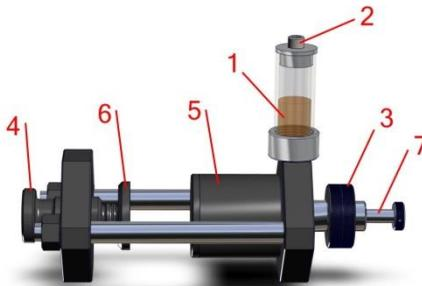

Figura 5.5.1
1. Quite the accessory mounting nut (Figura 5.5.1, Ítem 3) from the supporting frame of the Dispositivo de Alta Resistencia.
2. Suavemente deslice the Dispositivo de Alta Resistencia sobre el Brazo Movable Portamordaza (Figura 7.3, Ítem 12) de la Máquina Universal de Ensayos. Reemplace la tuerca de montaje (Figura 5.5.1, Ítem 3) y apriete a mano para asegurar el accesorio sobre el Brazo Movable Portamordaza de la Máquina Universal de Ensayos (vea la Figura 5.5.2).
La mordaza de compresión verde (Figura 5.1.1, Ítem 3) debe ser instalado en el soporte Estacionario de Mordaza de la Máquina Universal de Ensayos. La mordaza de compresión verde proporcionará una superficie plana para el extremo la barra de deslizamiento (Figura 5.5.1, Ítem 7) to Presione against during a prueba de compresión.
3. Estiré la barra de deslizamiento (Figura 5.5.1, Ítem 7) hacia la abrazadera de compresión localizada en la mordaza estacionaria del Equipo Univweaal de Ensayos. Estire la barra de deslizamiento hasta su posición completamente extendida.
4. Suavemente mantenga en su lugar probeta de arena 2" x 2" (50mm x 50mm) entre la mordaza móvil (Figura 5.5.1, Ítem 5) y la mordaza estacionaria (Figura 5.5.1 Ítem 6) del Dispositivo de Alta Resistencia. Usando la tuerca de ajuste de Mordaza para ajustar lentamente la probeta de Arena entre la Mordaza Móvil y la Mordaza estacionaria hasta asegurar la probeta entre ambas mordazas. Apriete la Tuerca de ajuste de Mordaza justo lo suficiente para asegurar la probeta de arena en su lugar, no sobre apriete la tuerca. Lo suficiente para asegurar la probeta de arena en su lugar, no sobre apriete la tuerca.
2. Con el Dispositivo de Alta Resistencia montado sobre la Máquina Universal de Ensayos en posición vertical, quite la tapa del respiradero (Figura 5.5.1, Ítem 2).
3. A mano, rápidamente mueva la barra de deslizamiento (Figura 5.5.1, Ítem 7) hacia adentro y hacia afuera mientras observa que no haya ninguna burbuja que escape por el depósito de aceite (Figura 5.5.1, Ítem 1). Una vez que todas las burbujas de aire hayan pasado por el depósito de aceite, repita este proceso. Continúe este proceso hasta que no haya burbujas de aire visibles levantándose por el aceite dentro del depósito.
(Vea la Figura 5.5.1 para la Descripción del Artículo)